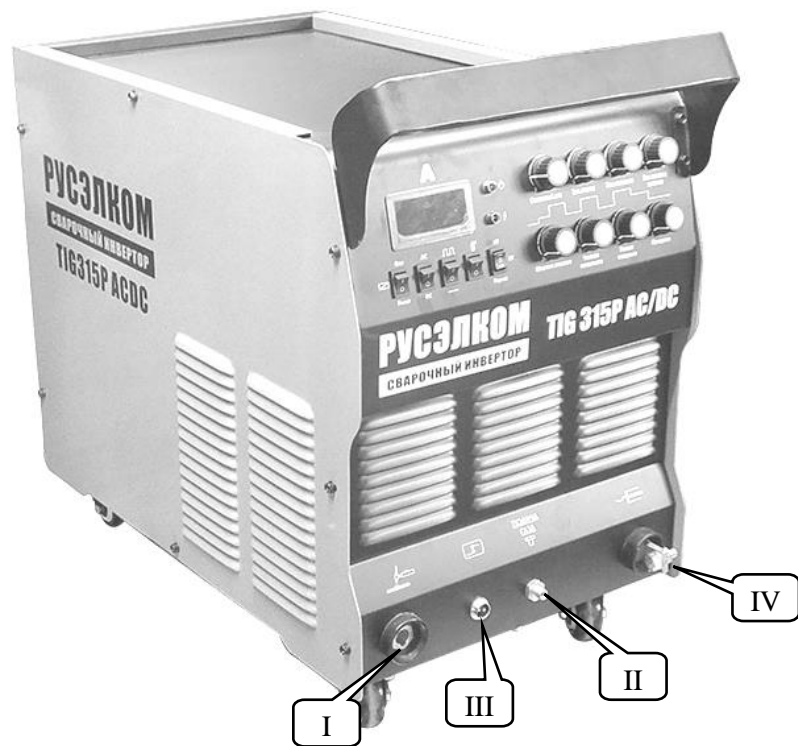

Рис. 1. Расположение органов управления и индикации.
- Подключить силовой разъем горелки к клемме I (Рис. 1) сварочного аппарата.